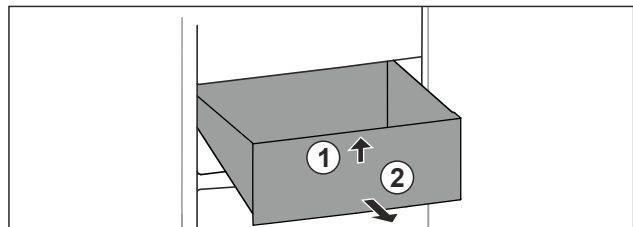

Fig. 77
- ▶ Predal spredaj dvignite. Fig. 77 (1)
- ▶ Predal vzemite ven v smeri naprej. Fig. 77 (2)